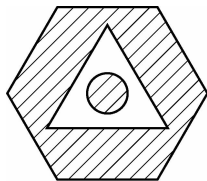

图 3-19 普通
①“普通”单选按钮。从外部边界向内填充,如果系统遇到一个内部孤岛,它将停止图案填充,直到遇到该孤岛的另一个孤岛。其填充效果如图 3-19 所示。